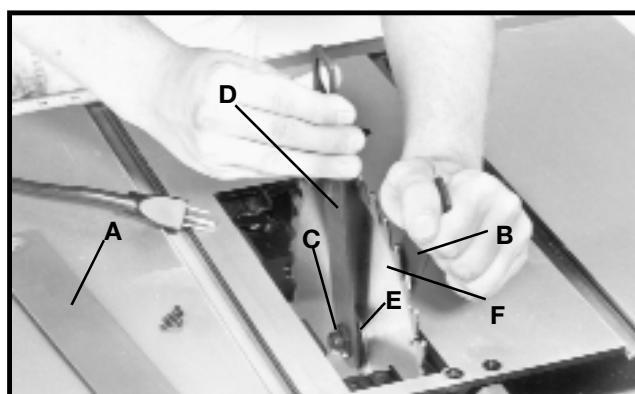

Fig. 44
1. Eleve la hoja de la sierra a la altura máxima y extraiga el inserto para mesa (A), Fig. 44.
2. Con la llave abierta (B), Fig. 44, colóquela en las partes planas en el interior de la brida de la hoja para evitar que el eje de la sierra gire y retire la tuerca del eje (C) con la llave (D). Gire la tuerca (C) en el sentido contrario a las agujas del reloj para extraerla. Quite la brida externa de la hoja (E) y la hoja de la sierra (F).
3. Ensamble la hoja nueva, asegúrese de que los dientes de la hoja apunten hacia abajo en la parte delantera de la mesa de la sierra y ensamble la brida externa (E), Fig. 44, y la tuerca de eje (C). Ajuste la tuerca (C) con la llave (D) girándola en el sentido de las agujas del reloj mientras sujetela el eje inmóvil con la otra llave (B).